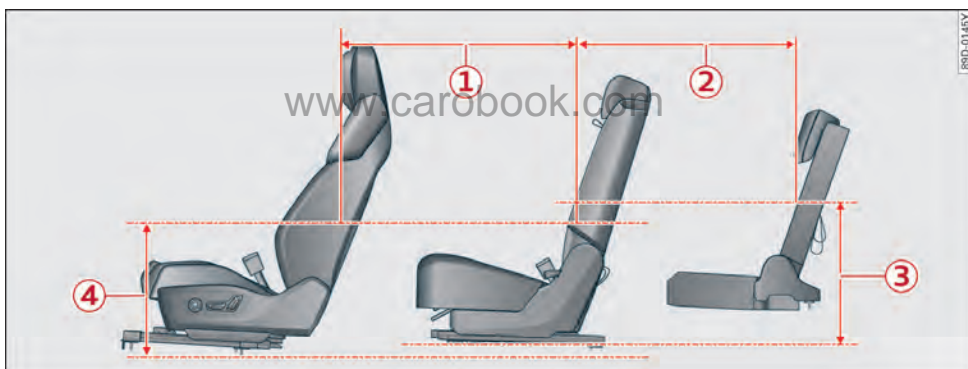

图 69 座间距
在距离地板位置 680mm 处⇒图 69④，第一排及第二排座椅座间距为 759mm⇒图 69①；在距离第二排座椅下方地板 380mm 处⇒图 69③，第二排及第三排座椅座间距为 600mm⇒图 69②。